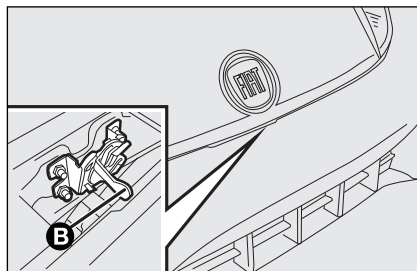

fig. 94
- ☐ trek aan het hendeltje **B-fig. 94** en til de motorkap omhoog;